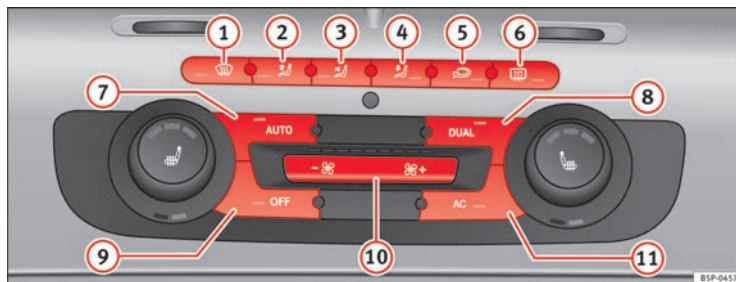

Fig. 113 Mandos del 2C-Climatronic en el tablero de instrumentos.
- Para activar el modo manual pulse una de las teclas ⇒ fig. 113 ① al ⑤, o pulse las teclas de la turbina ⑩. La función seleccionada aparecerá en el display de la radio o del navegador.
- Pulse la tecla  ⇒ fig. 113 ② para conectar o desconectar la recirculación de aire. Está conectada si en el display aparece el símbolo .